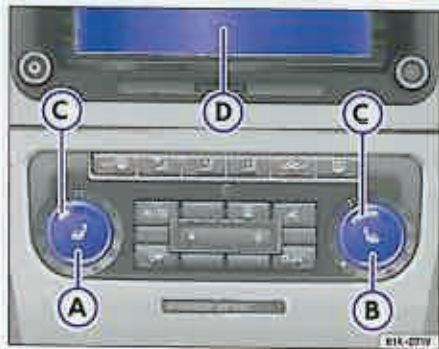

Fig. 65 Autovehicule cu instalație de climatizare: Tastă pentru încălzirea scaunelor din față.
- Tasta → pagina 88, fig. 65" A din partea stângă acționează încălzirea scaunului din stânga, cea din dreapta B, încălzirea scaunului din dreapta. Treapta de temperatură reglată este indicată prin LED-urile C din taste. Când sunt aprinse trei LED-uri, înseamnă că este reglată cea mai mare treaptă de temperatură, dacă nu luminează niciun LED, încălzirea scaunelor este oprită. La autovehiculele echipate cu Climatronic⁵¹⁾ și cu radio sau sistem de radio-navigație⁵¹⁾ montat din fabricație, treapta de temperatură reglată este afișată și pe ecranul sistemului de radio-navigație D, resp. pe display-ul radioului.